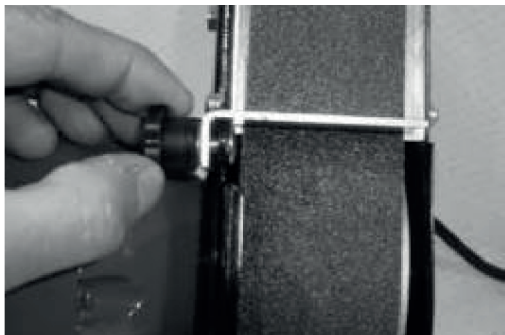

Рисунок 4. Схема регулювання положення підручника абразивної стрічки.
5.1.5 Встановлення та регулювання підручника абразивної стрічки (рис. 4).